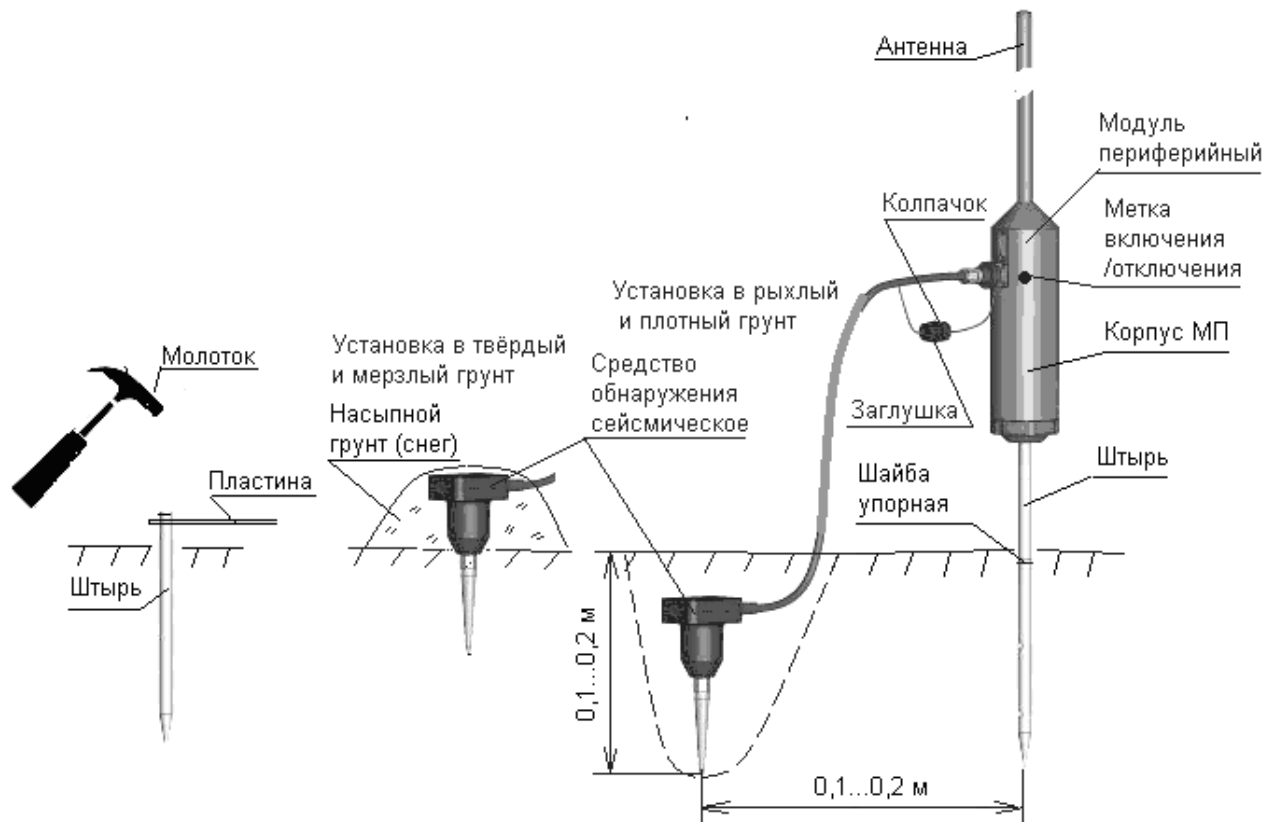

Рисунок 3 – Развёртывание МП и СОС на грунте
1.5.1 Развёртывание на участке с установкой в рыхлый, плотный, твёрдый и мерзлый грунт, выполнять в последовательности, рисунок 3: